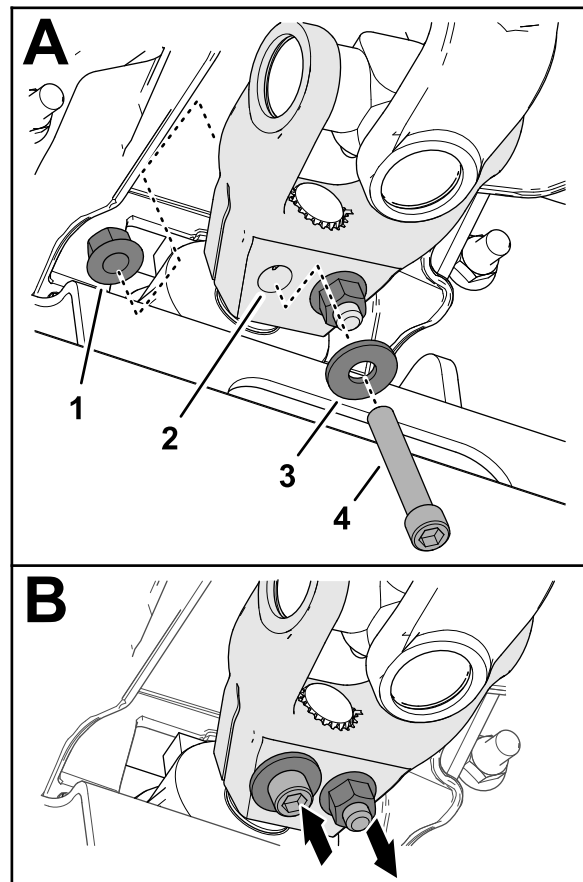

Figura 17
6. Introduzca un tornillo Allen ($\frac{3}{8}$ " x $2\frac{1}{4}$ " con una arandela ($\frac{3}{8}$ " por el orificio de la horquilla del árbol de transmisión (Figura 17), y sujete el tornillo con una contratuerca con arandela prensada ($\frac{3}{8}$ ").
7. Introduzca un tornillo Allen ($\frac{3}{8}$ " x $2\frac{1}{4}$ " con una arandela ($\frac{3}{8}$ " por el orificio de la horquilla del árbol de transmisión desde el otro lado (Figura 17), y sujete el tornillo con una contratuerca con arandela prensada ($\frac{3}{8}$ ").